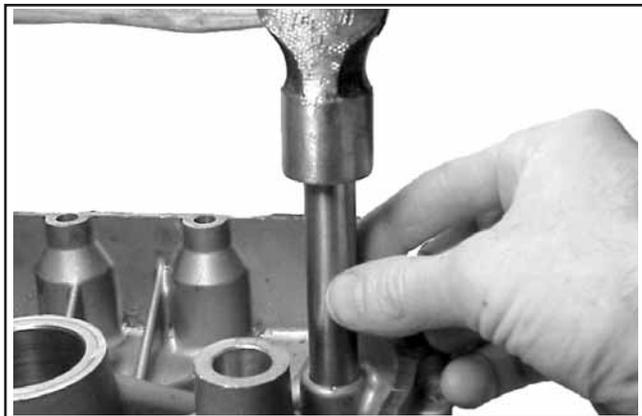

Figura 11-16. Inserir a Válvula de Alívio Nova no Orifício na Placa de Fecho.
1. Utilize um pedaço fino de tubo metálico ou uma anilha profunda com um D.E. ligeiramente mais pequeno que a base. Pressione ou martele a válvula de alívio nova no orifício da placa de fecho até que assente. Consulte a Figura 11-16.